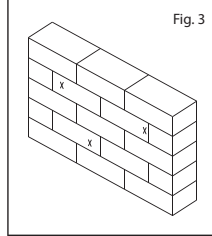

Fig. 3
2. Enquanto outra pessoa segura o suporte na posição desejada, marque três pontos de fixação dos parafusos na parede (veja Fig. 3).